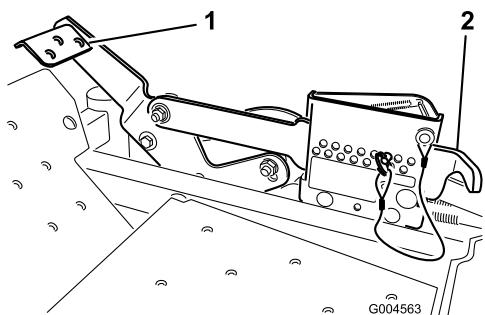

Bild 16
2. Drücken Sie den gefederten Hebel und ziehen Sie den Schnitthöhenhebel nach oben (Bild 16).